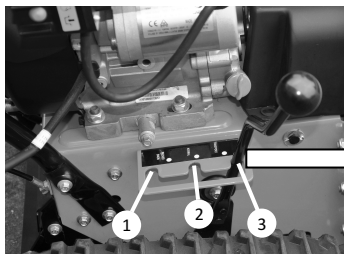

Рис. 31
10.4. Установка клиренса (рис. 31)